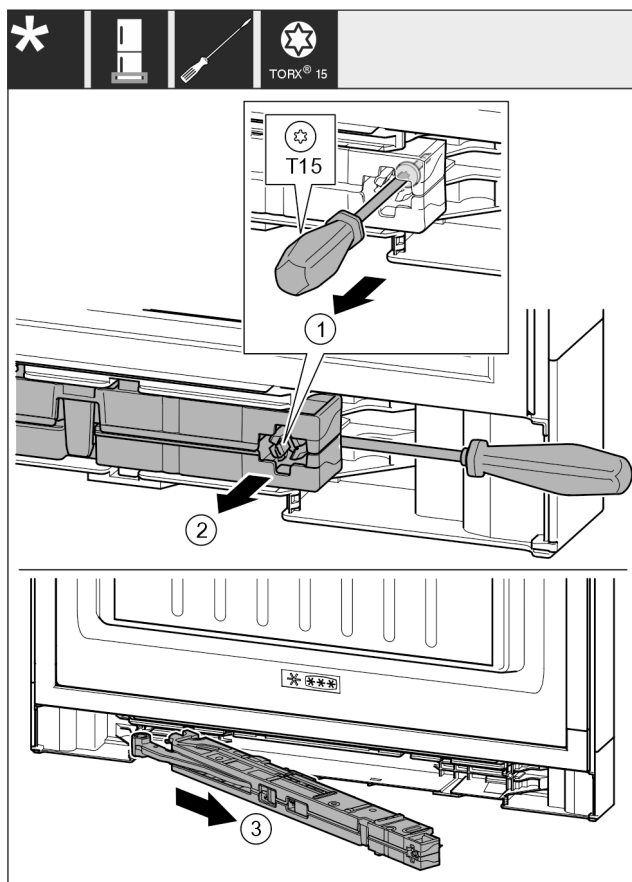

Fig. 19
- Ослабьте винт Fig. 19 (1) на узле амортизатора закрытия двери с помощью отвертки на 14 мм.
- При помощи отвертки отведите узел амортизатора закрытия двери Fig. 19 (2) со стороны ручки вперед.
- Извлеките узел амортизатора закрытия двери Fig. 19 (3).